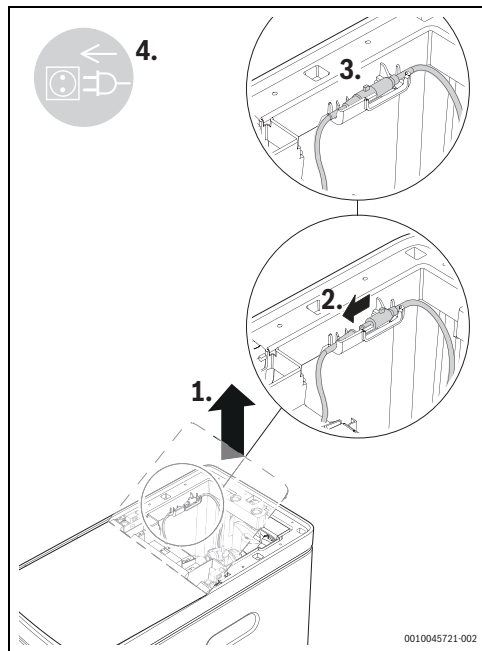

Fig. 7 Connexion de la borne de l'adaptateur électrique
1. Brancher la borne de l'adaptateur électrique sur le connecteur d'alimentation de la vanne de régulation. L'insérer dans la fente de limite du cadre central, puis fermer le couvercle supérieur (→ Fig. 7).